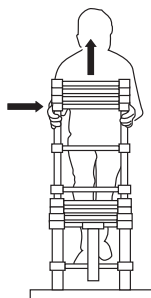

Fig. 1
4. Saisir à deux mains la marche correspondant à la hauteur souhaitée (Fig. 1) et la soulever jusqu'à ce que les goupilles de blocage s'enclenchent (Schéma 2 pour la première marche, Schéma 5 pour les barreaux).